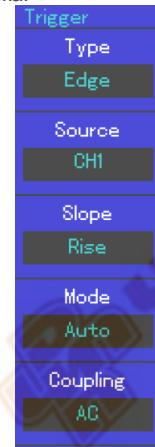

Рисунок 1-12 Меню настройки запуска
2) Нажатием кнопки [TRIG MENU] в зоне управления запуском откройте меню настройки запуска для изменения настроек (Рисунок 1-12).